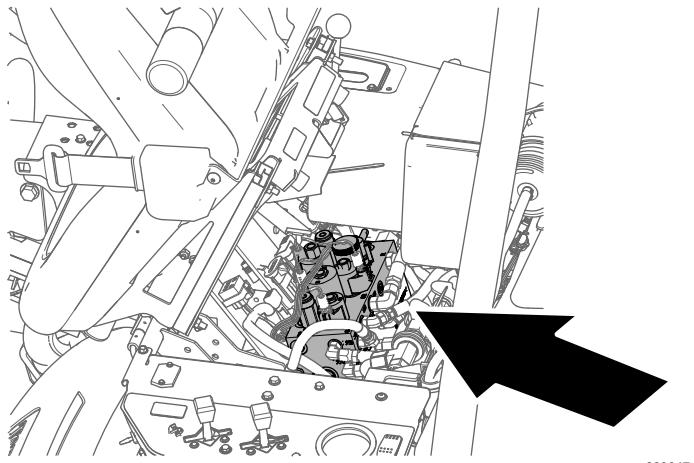

Figura 53
4. Inclinete in avanti il sedile dell'operatore e sostenetelo con l'asta di supporto (Figura 53).